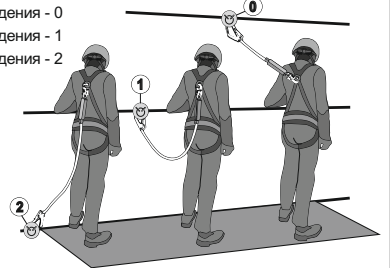

Рис. 5. Использование стропа с амортизатором рывка
- подсоединять стропы с амортизатором к точкам для позиционирования (рис. 5, в);